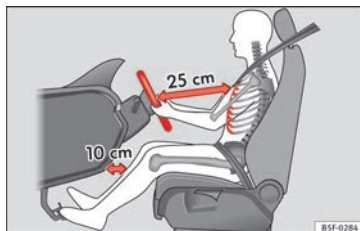

Fig. 83 Distance correcte entre le conducteur et le volant.
- Réglez le volant de sorte que la distance entre celui-ci et votre cage thoracique soit d'au moins 25 cm » **fig. 83.**
- Réglez le siège du conducteur de manière à laisser une distance minimale de 25 cm entre votre cage thoracique et le centre du volant » fig. 83. Si la distance est inférieure à 25 cm, le système d'airbags ne peut pas vous protéger correctement.